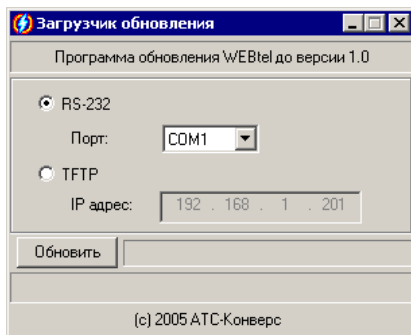

Рисунок 32 – Окно загрузчика обновления ПО адаптера
10.3 После запуска загрузчика обновления появится окно программы (рисунок 32).
10.5.2 В окне загрузчика обновления (рисунок 32) установите переключатель режима передачи данных в положение «RS-232» и выберите из выпадающего списка номер последовательного порта, к которому подключен адаптер.
10.6.2 В окне загрузчика обновления (рисунок 32) установите переключатель режима передачи данных в положение «TFTP» и введите в соответствующем поле IP-адрес обновляемого адаптера.